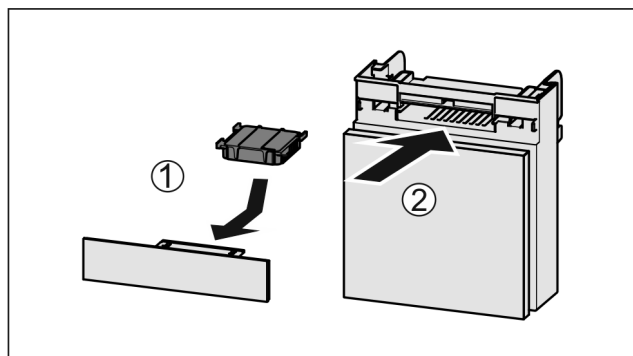

Fig. 89
- ▶ Установите фильтр с активированным углем, как показано на рисунке Fig. 89 (1).
- ▶ Вставьте отделение Fig. 89 (2).